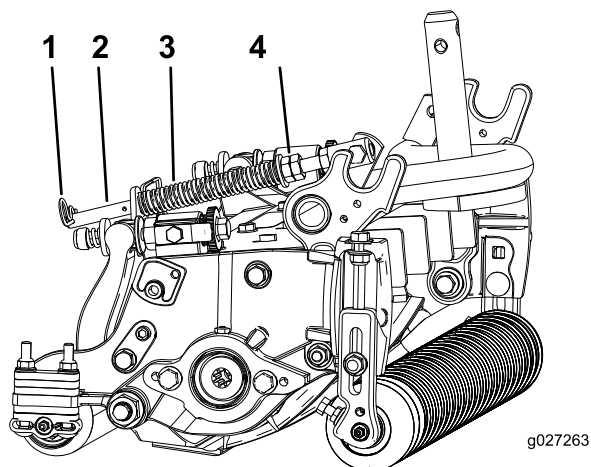

Рисунок 19
1. Убедитесь, что игольчатый шплинт установлен в заднее отверстие штока пружины (Рисунок 19).
2. Затяните шестигранные гайки на переднем конце штока пружины так, чтобы длина сжатой пружины была равна 12,7 см; см. Рисунок 19.